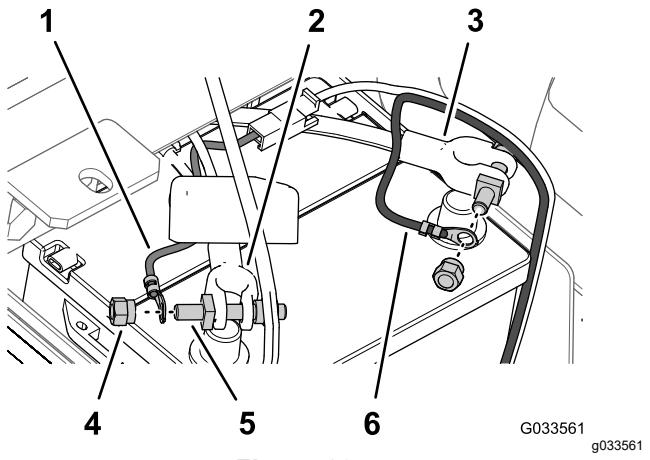

Figura 29
6. Sujete el terminal de anillo del eslabón fusible (arnés de cables del fumigador) al perno de terminal que ensambló en el cable positivo de la batería con una tuerca de abrazadera (Figura 29).
7. Sujete el terminal de anillo del cable negativo (negro – arnés de cables del fumigador) al perno de terminal que ensambló en el cable negativo de la batería con una tuerca de abrazadera (Figura 29).